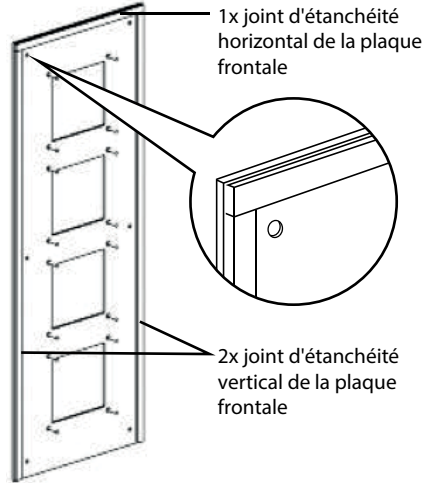

Fig. 6 : Plaque frontale (vue arrière)
- ☒ Collez le joint d'étanchéité horizontal de la plaque frontale à l'arrière de celle-ci (Fig. 6).
- ☒ Collez toujours les joints d'étanchéité verticaux de la plaque frontale d'une extrémité à l'autre des joints d'étanchéité horizontaux (détails Fig. 6).